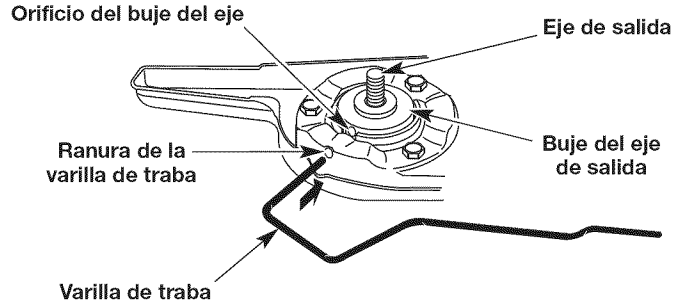

Fig. 13
1. Alinee el orificio del buje del eje con la ranura de la varilla de traba (Fig. 13). Inserte la varilla de traba en la ranura de la varilla y el orificio del buje del eje (Fig. 13).
2. Alinee el orificio del buje del eje con la ranura de la varilla de traba (Fig. 13). Inserte la varilla de traba en la ranura de la varilla y el orificio del buje del eje (Fig. 13).